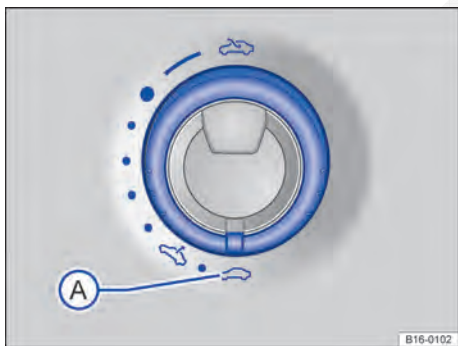
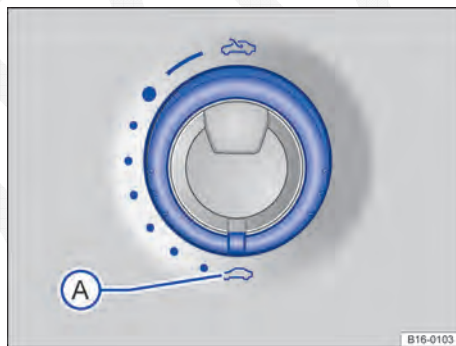

Fig. 55 No revestimento do teto: interruptor para o teto solar (variante 1).
Fig. 56 No revestimento do teto: interruptor para o teto solar (variante 2).
- Girar o interruptor ⇒ Fig. 55 (A) ou ⇒ Fig. 56 (A) para a posição “Fechado”.